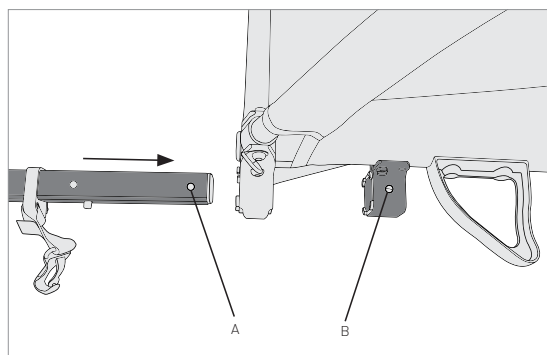

Abbildung 8
1. Die Deichsel in die Deichselaufnahme einführen und dabei Bohrung A auf Bohrung B ausrichten (Abbildung 8). Der rote Sicherheitsriemenbügel sollte bündig mit dem vorderen Ende der Deichselaufnahme abschließen, was bedeutet, dass die Deichsel vollständig eingeführt wurde.